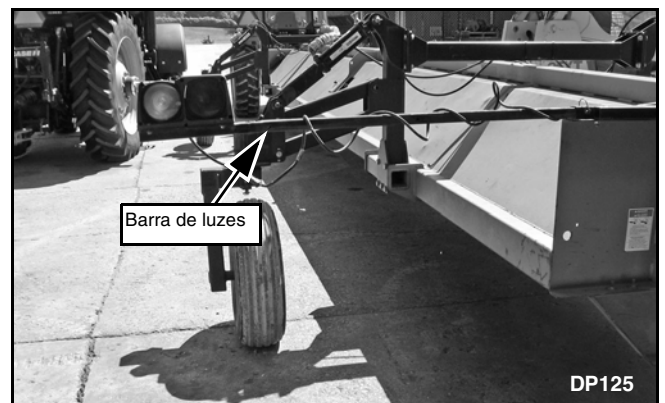

Figura 23. Barra de luzes
5. Deslize a barra de luzes para fora para corresponder à largura do triturador e fixe com pino na posição. Conecte o chicote da luz ao trator. (Consulte a Figura 23).